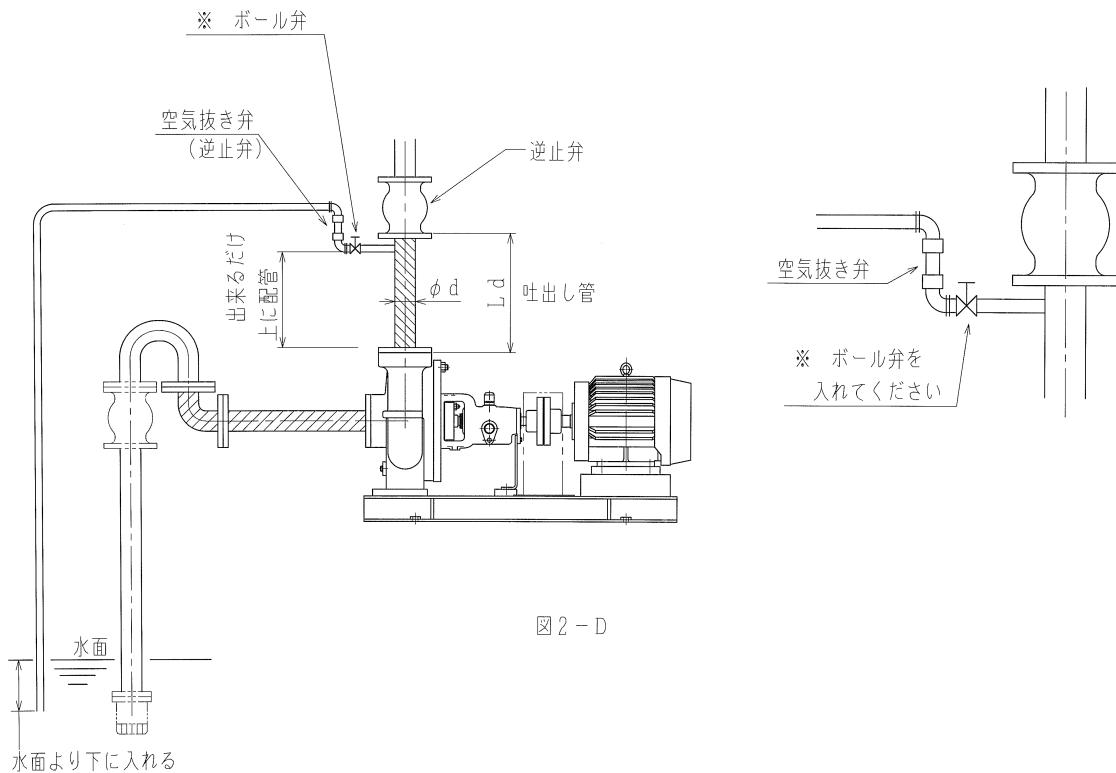

図 2-D
- (j) 並列運転など、吐出側に背圧が高くかかる場合は、自吸用空気抜弁を取り付けてください。自吸用空気抜弁は自吸運転中、吸込側配管の空気を排出するためのもので、空気抜弁の取り付け位置は、吐出し立ち上がり配管のできるだけ上部で逆止弁のすぐ下に取り付けてください。(図 2-D)